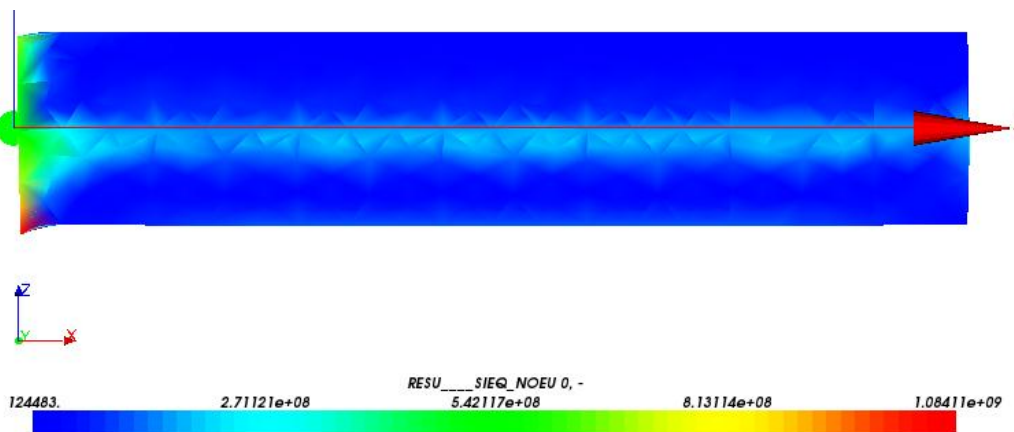

図 37 相当応力分布 [Pa]
⑥次に相当応力分布を表示する。Object Browser の Post-Pro>linear-static.rmed>MAIL>Fields>RESU__SIEQ_NOEU,->0 上で右クリックし、Deformed Shape and Scalar Map を選択する。先ほどと同じように何もせずに閉じ、Show Only を選択すると、図 37 のように相当応力分布が表示される。